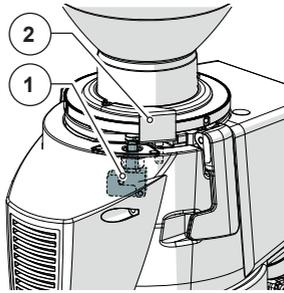

Fig. 8
- **Microinterruttore di rilevamento variazione grado di macinatura (Fig. 8)**